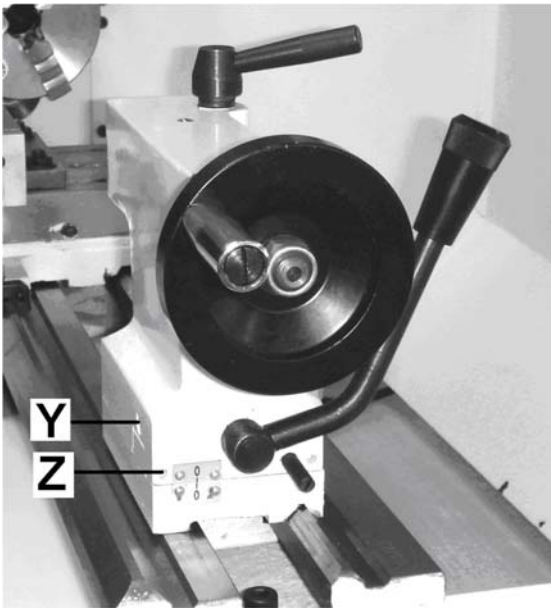

Abb. 8-3: Kegeldrehen zwischen Spitzen
Für das Kegeldrehen den Reitstock verstellen. Die Klemmschrauben (Z, Abb. 8-3) lösen und den Einstellvorgang mithilfe der Schrauben (Y) vornehmen.